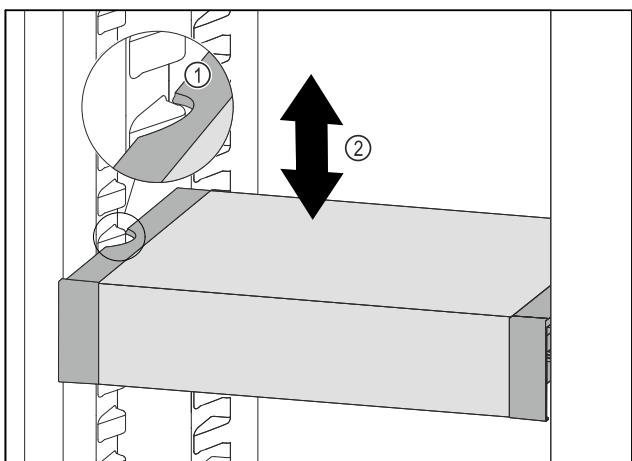

Fig. 58
- Потягнути VarioSafe вперед, поки бокові заглиблення VarioSafe не опиняться на рівні ребра для резервуара в охолоджувальному відділенні. Fig. 58 (1)
- Пересувайте VarioSafe вгору або вниз в охолоджувальному відділенні до тих пір, поки не досягнете бажаної висоти. Fig. 58 (2)